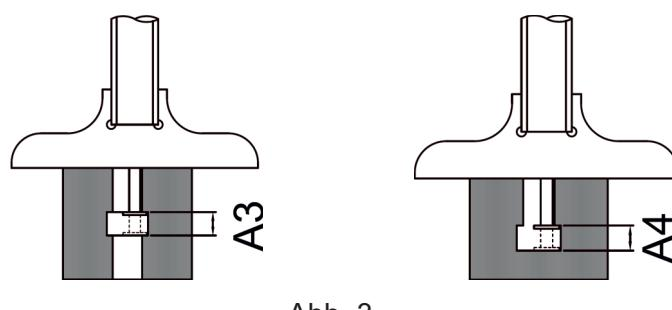

Abb. 3
- » Für einen scheibenförmigen Kontakt zur Messung der Breite von Nuten in einem Loch ziehen Sie die Millimeterskala vorsichtig, bis die innere Messfläche des Kontaktpunkts die obere Fläche der Nut berührt. Setzen Sie den Nullwert durch Halten der „SET“-Taste. Platzieren Sie dann die äußere Messfläche des Kontaktpunkts auf der unteren Fläche der Nut und messen Sie die Tiefen A3 und A4 (Abb. 3). Die Dicke des scheibenförmigen Kontaktpunkts beträgt x, und die Werte von A3 und A4 entsprechen den Ablesewerten plus x.